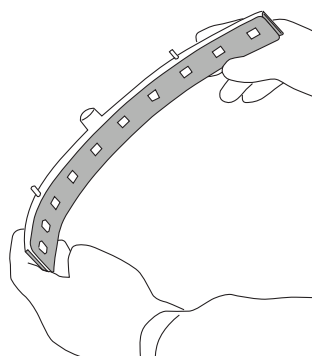

Fig.44
- Desmonte el labio (Fig. 44).